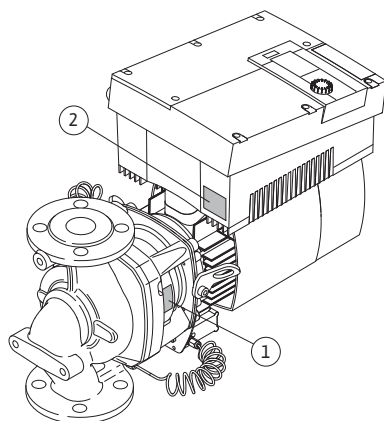

Fig. 11: Розміщення заводських табличок:
- Заводська табличка насоса (Fig. 11, п. 1) містить серійний номер (Ser.-No.../...), який, наприклад, обов'язково слід зазначати у замовленні запасних частин.
- Заводська табличка електронного модуля (електронний модуль — інвертор або частотний перетворювач) (Fig. 11, п. 2) містить дані використовуваного електронного модуля.